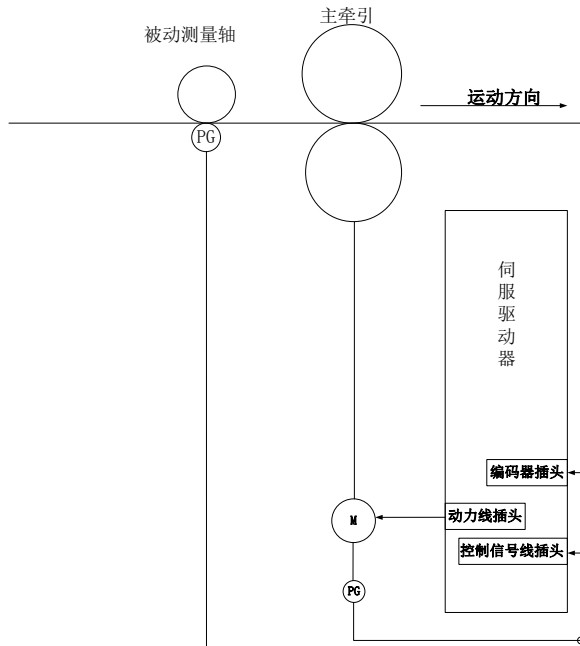
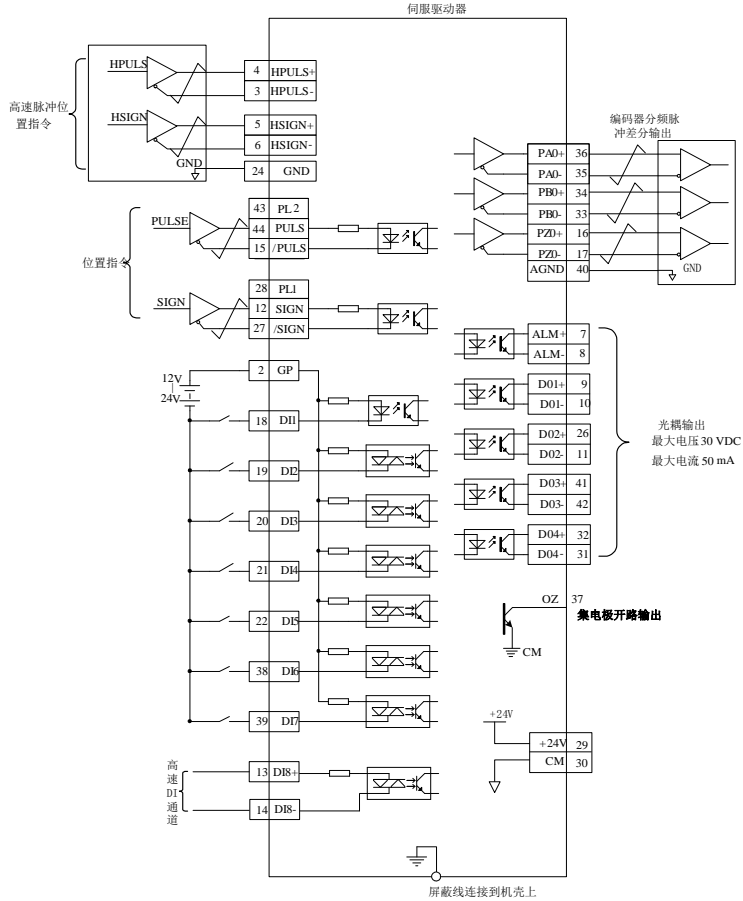

图 6.4.37 全闭环典型应用示意图
图 6.4.39 全闭环模式典型接线图
- ★ 参考图 6.4.37 或图 6.4.39 的配线说明，进行 DI/DO 信号的连线；